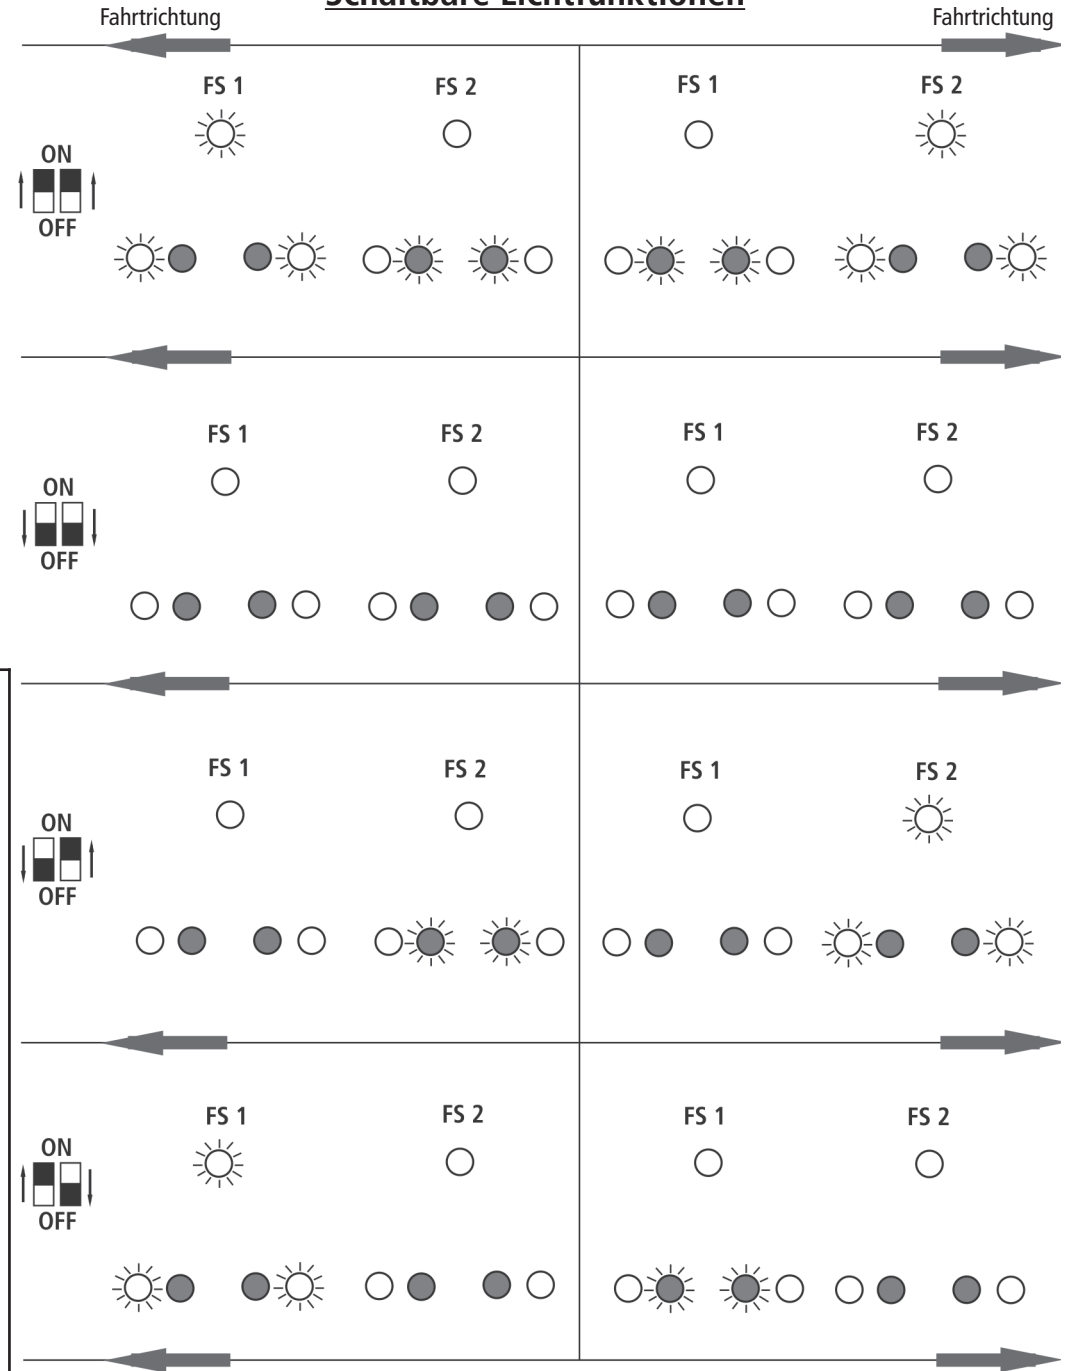
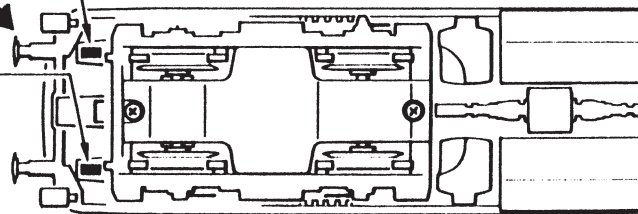

Fig. 6
Fig. 3
Mehrzugbetrieb: Zuerst Lokgehäuse abnehmen (Fig. 3). Danach den Brückenstecker aus der Schnittstelle entfernen (diesen sorgsam aufbewahren). Danach den Stecker des Steuerbausteins lagerichtig einsetzen (siehe Fig. 6).
2. Schmierung: Versehen Sie die im Schmierplan in Fig. 7 gekennzeichneten Stellen mit nur **kleinen Öltropfen**. Dazu zuerst das Lokgehäuse abnehmen (Fig. 3). Wir empfehlen den ROCO **Öler Art.-Nr. 10906**. Fürs Schmieren der Getriebeteile (Zahnräder, Schnecke) empfehlen wir das **ROCO-Spezialfett Art.-Nr. 10905**. Im Falle der Schmierung diese Teile **nicht ölen**.
4. Kohlebürstenwechsel: Lokgehäuse abnehmen (Fig. 3). Danach wird der Motor ausgebaut und die Kohlebürsten ausgewechselt (Fig. 9).
Remove the jumper from the interface. Finally put the plug of the chip into the interface as shown in fig. 6.
2. Lubrication: Apply **tiny oil drops** to spots marked in fig. 7. Prior to lubrication dismantle locomotive (fig. 3). We recommend using item no. **10906, Roco oiler**. For lubrication the gearparts (e.g. cogwheels, worm) we would recommend our Roco **special grease** (item no. **10905**).
4. Carbon Brush Changing: First remove loco body (fig. 3), and then the motor (fig. 9).
Exploitation en télécommande multi-trains: Enlevez la fiche de shuntage de l'interface (à conserver!) et enfichez finalement la fiche du module de télécommande aux prises de l'interface. Veuillez à la position correcte de la fiche (voir fig. 6).
2. Graissage: N'appliquez **qu'une toute petite goutte** aux endroits indiqués par le plan de graissage (fig. 7) après avoir démonté la caisse de la locomotive (fig. 3). Nous vous recommandons **le graisseur à huile Roco réf. 10906**. Pour graisser les engrenages (roues dentées, vis sans fin) nous vous conseillons la **graisse spéciale Roco réf. 10905** pour engrenages en matières synthétiques. Lorsque vous utilisez cette graisse il faut éviter d'huiler ces composants.
4. Remplacement des balais du moteur: Démontez la caisse (voir fig. 3). Démontez ensuite le moteur et échangez le balais (fig. 9).
1. siehe } Fig. 3